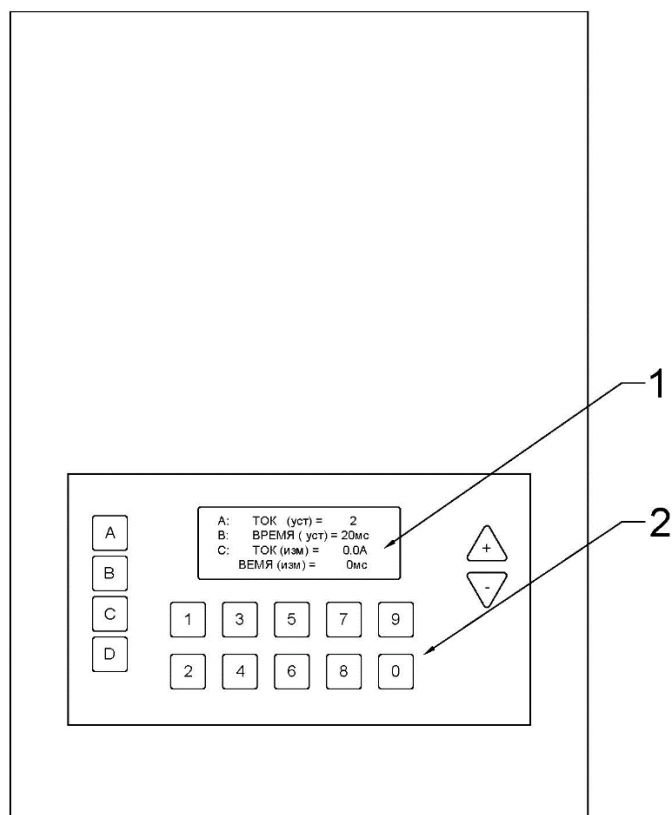

Рис. 2. Верхняя панель комплекта СИНУС-Т 300А
4.3.2 Верхняя панель комплекта представлена на рис. 2. На ней расположены:
Внешний вид клавиатуры комплекта представлен на рис.2. Назначение клавиш клавиатуры приведено в таблице 1.
Внешний вид дисплея представлен на рис.2.